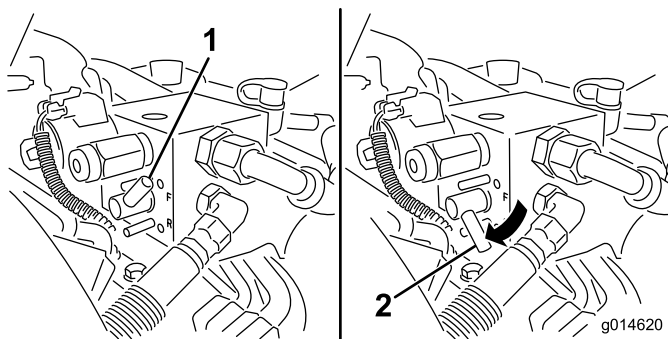

Figura 54
5. Girate la leva di lappatura in posizione di retromarcia (R) (Figura 54).